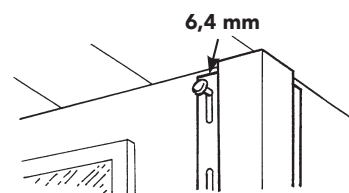
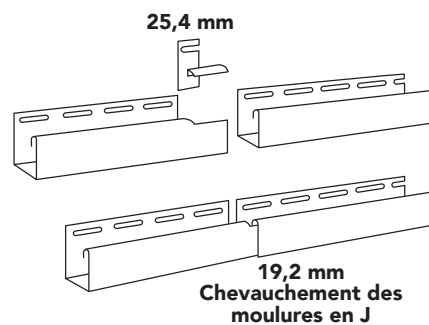
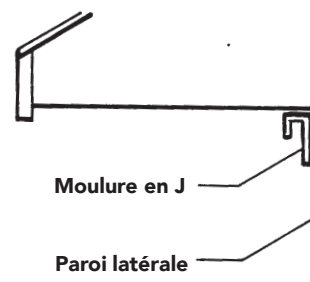

Figure 51
Figure 53
Figure 54
- Enfoncez le premier clou dans la dernière fente de clouage, tout en haut (Figure 51). Enfoncez tous les autres clous au centre des fentes. L'espacement des clous doit être 203 à 305 mm (8 à 12 po).
- Clouer à intervalle de 203 - 305 mm (8 à 12 po). Utiliser le centre des fentes de clouage. Fixer solidement le vinyle tout en permettant un « flottement ». Ne pas restreindre le mouvement latéral. Laisser un espace de 6,4 mm (1/4 po) en haut des moulures de coins (Figure 51). Au point de jonction des sections horizontales, couper 25,4 mm (1 po) de la bride de clouage, puis faire un chevauchement de 19,2 mm (3/4 po) pour créer un joint net (Figure 53).
Poser une moulure en J en haut des parois latérales (Figure 54). Sur les murs de pignon, pincer et relâcher le cordeau à la base du pignon, puis poser la moulure en J. Faire chevaucher s'il y a lieu les sections et permettre la dilatation (Figure 53).